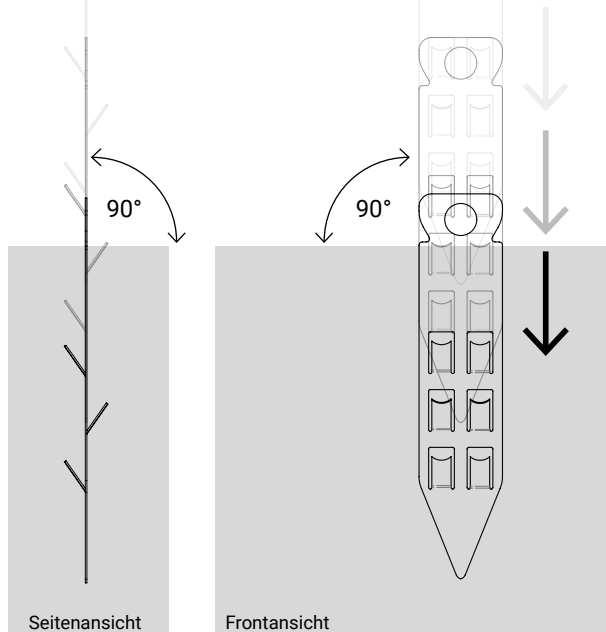
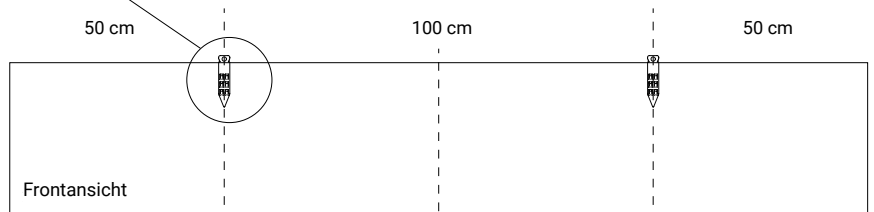

Abb. 1
Abb. 3 /// Beispiel Baffle 200 x 35 cm
Je zwei Steckbleche mittig in die Oberseite eines Akustik-Panels stecken (Abb.1 und 3) Der Achsabstand sollte in der Regel die Hälfte der Baffelbreite betragen (Abb. 3).
Je nach Variante befestigen Sie nun entweder die Deckenbefestiger (D) direkt an der Decke oder montieren zunächst die C-Schiene und schrauben die Deckenbefestiger mit Gewindestift dann mit der Schiebemutter (SM) an die C-Schiene (Abb. 2). Abstand entsprechend Abb. 3. Verwenden Sie eine zum Untergrund passende Haltetechnik.